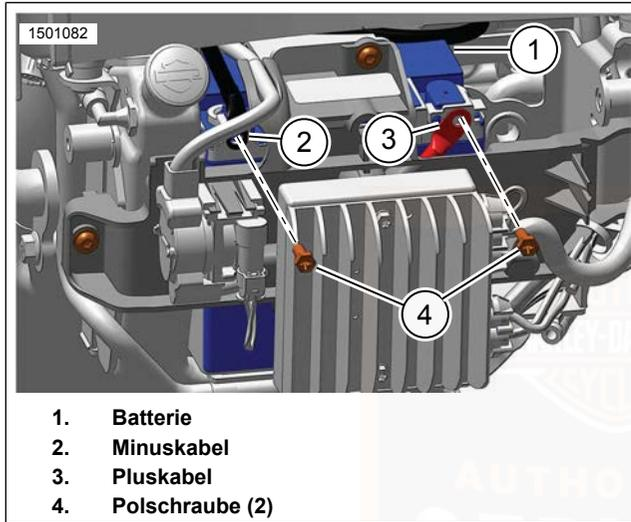
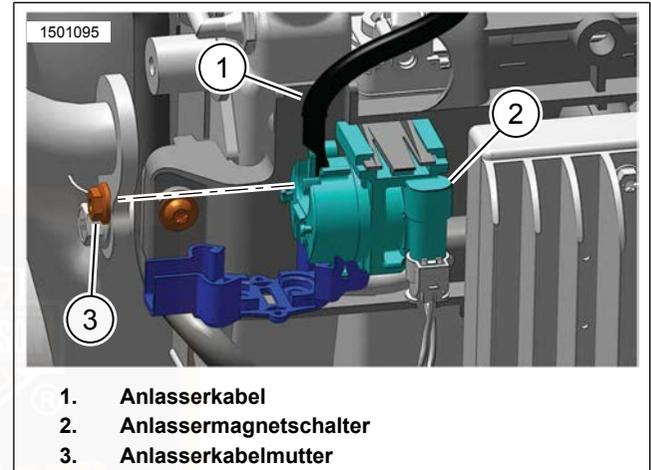

Abbildung 72. Batteriekabel
Abbildung 73. Anlasserkabel
- 2. Siehe Abbildung 72. Das Batterieminskabel (2) von der Batterie (1) abklemmen.
- 3. Das Batteriepluskabel (3) von der Batterie abklemmen.
- 4. Siehe Abbildung 73. Das Anlasserkabel (1) vom Anlassermagnetschalter (2) abklemmen.
4. Siehe Abbildung 72. Das Batteriepluskabel (3) an die Batterie anschließen. Festziehen.
6. Siehe Abbildung 73. Das Anlasserkabel (1) an den Anlassermagnetschalter (2) anschließen. Festziehen.